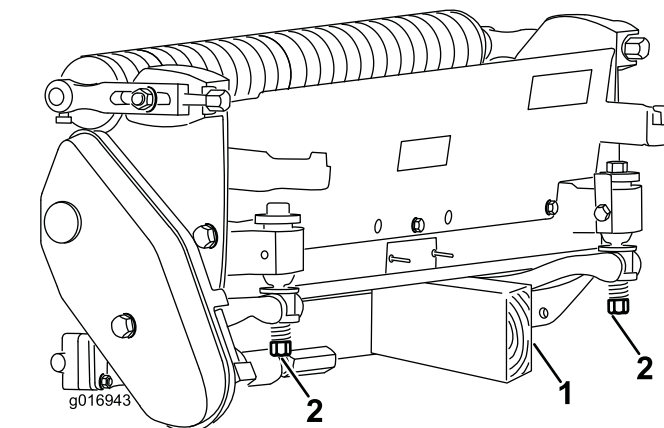

Figura 3
Cuando sea necesario inclinar la unidad de corte para tener acceso a la contracuchilla/el molinete, apoye la parte trasera de la unidad de corte para asegurarse de que las tuercas de los tornillos de ajuste de la barra de asiento no estén apoyadas en la superficie de trabajo (Figura 3).
**Importante:** Asegúrese de que las tuercas de los extremos de los tornillos de ajuste de la barra de asiento no están apoyadas en la superficie de trabajo (Figura 3).
**Importante:** Cuando se incline la unidad de corte para tener acceso al conjunto de contracuchilla/molinete, apoye la parte trasera de la unidad de corte de manera que las tuercas de los extremos traseros de los tornillos de ajuste de la barra de asiento no descansen sobre la superficie de trabajo (**Figura 3**).